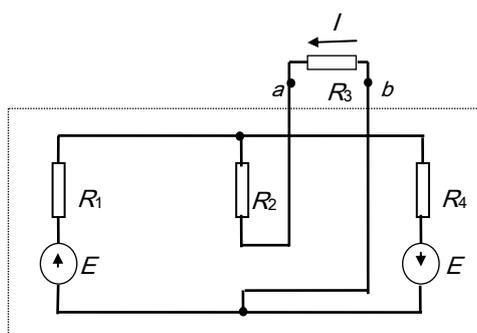

Рис. 2.2
- ток, протекающий через резистор R_3 , методом эквивалентного активного двухполюсника (см. рис. 2.2);
- Каким образом влияет на напряжение холостого хода эквивалентного двухполюсника (рис. 2.2) резистор R_2 ?
- Изменится ли ток I_2 на рис. 2.2 в случае замены источника эдс E_2 на источник тока, со значением тока равного току в данной ветви до замены источника эдс?
- На основании данных полученных в п. 5(д) укажите, при каких номиналах резистора R_2 активный двухполюсник на рис. 2.2 будет работать в согласованном и номинальном режимах?